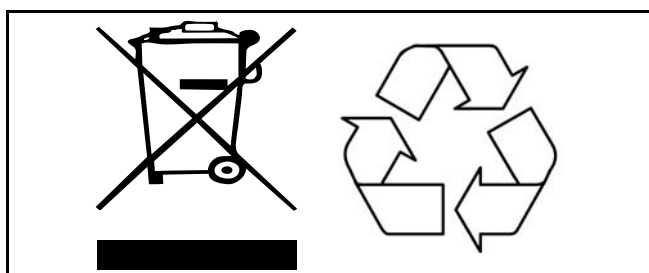

Fig. 2
- En ce qui concerne le recyclage et l'élimination des batteries, il faut observer les règlements conformément à la directive DEEE (Déchets de composants électroniques et électriques), ainsi que les règlements municipaux. Sinon, il y a des risques d'explosion, de fuite et donc de blessures. Si les batteries sont retournées, il faut isoler les bornes avec du ruban adhésif, sinon l'électricité résiduelle contenue dans les batteries usées risque de causer un incendie ou une explosion. Fig. 2 ci-dessous illustre les symboles concernant l'élimination et le recyclage.